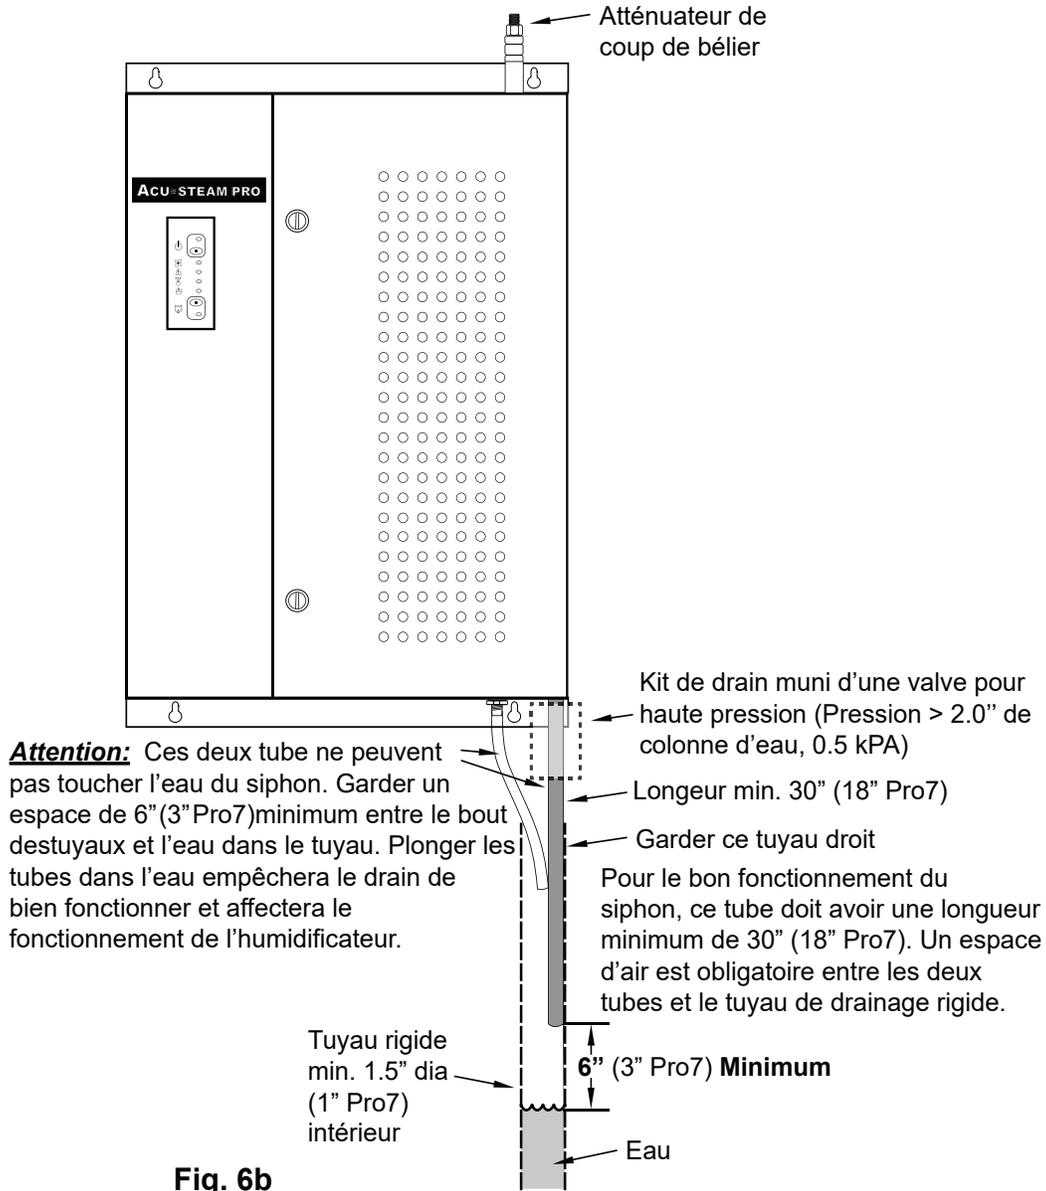

Fig. 6b
6.5 Un tuyau de drain rigide doit être installé en dessous de l'appareil et raccordé au drain principal. Nous recommandons un tuyau standard de 1-1/2" (1" pour Pro7) ID en ABS pour faire l'installation. Installez aussi un siphon avec un bouchon de vidange. Une longueur verticale libre minimum de 30" (18" pour Pro7) est nécessaire pour les deux tuyaux souples venant de l'appareil et qui seront insérés dans ce tuyau rigide. Il est très important de laisser un espace d'air entre le tuyau rigide et les tubes souples pour que le système de drainage par siphon fonctionne bien. De plus, les tuyaux souples ne peuvent pas toucher à l'eau contenue dans le tuyau rigide. Voir Fig. 6b.